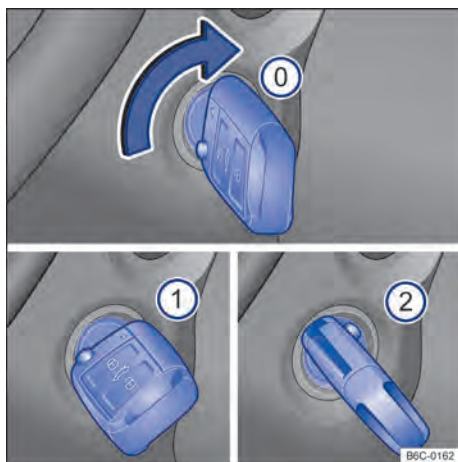

Fig. 90 Al lado del volante de la dirección, a la derecha: posiciones de la llave del vehículo en la cerradura de encendido.
Posiciones de la llave del vehículo → fig. 90 <
- ⑦ Encendido desconectado. La llave del vehículo puede ser retirada.
- ① Encendido conectado.
- ② Pisar el pedal del freno y encender el motor. Cuando el motor arranque, suelte la llave del encendido. Al soltar, la llave del vehículo vuelve a la ubicación → fig. 90 ①.
- *Vehículos con cerradura de encendido:* girar la llave del vehículo a la ubicación → fig. 90 . El encendido está conectado.
- *Vehículos con cerradura de encendido:* girar la llave del vehículo en la cerradura de encendido a la ubicación → fig. 90  2 – no acelerar. Cuando el motor comience a funcionar, soltar la llave del vehículo en la cerradura de encendido.
- *Vehículos con cerradura de encendido*: girar la llave del vehículo en la cerradura de encendido a la ubicación → **fig. 90** **⓪**.